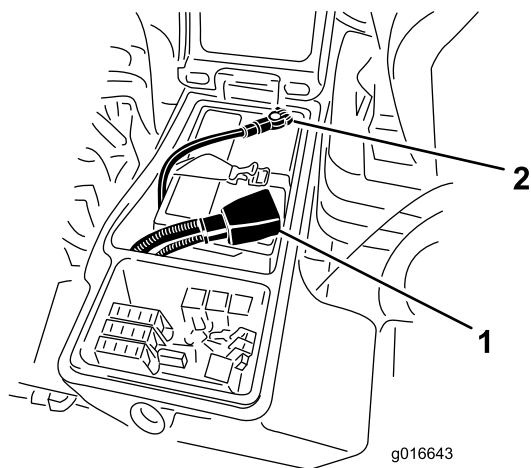

Figura 62
4. Collegate il cavo positivo (rosso) al terminale positivo (+) e il cavo negativo (nero) al terminale negativo (-) della batteria (Figura 62). Fissate i cavi ai poli con viti a testa cilindrica e dadi. Verificate che il morsetto positivo (+) sia completamente sul polo, e che il cavo sia posizionato in modo aderente alla batteria. Il cavo non deve toccare il coperchio della batteria. Fate scorrere la guaina di gomma sul morsetto positivo per evitare un cortocircuito.